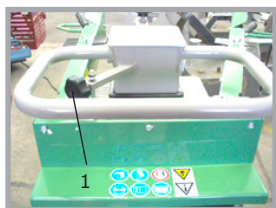

Abb. 2
Lösen Sie nun die Sterngriffschraube (1, Abb. 2) am Handgriff und ziehen Sie die Schaltstange so weit wie möglich heraus. Je weiter die Schaltstange herausgezogen wird, desto geringer wird die Spalthöhe. Klemmen Sie die Schaltstange auf der gewünschten Höhe mit der Sterngriffschraube (1). Ziehen Sie die Sterngriffschraube fest an.